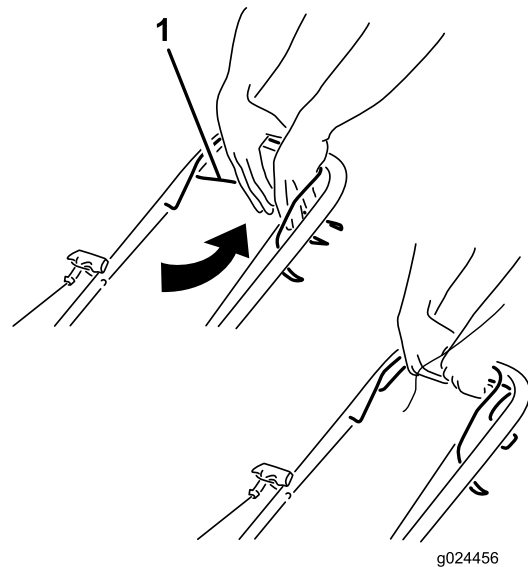

Figure 13
- **Pour engager l'autopropulsion :** Serrez et maintenez la barre d'autopropulsion contre le guidon (Figure 13).